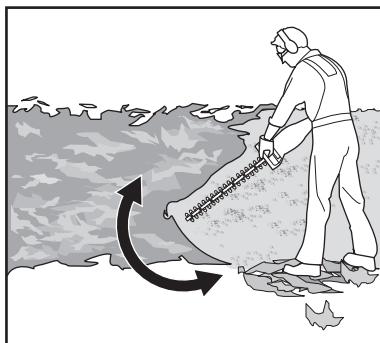

Fig. 6
3. Ține întotdeauna produsul bine cu ambele mâini de mânerul frontal (3) și de mânerul posterior (7). Nu opera niciodată aparatul cu o singură mână.
5. Taie mai întâi pe ambele părți, de jos în sus. Astfel, resturile tăiate nu vor cădea acolo unde urmează să tai (Fig. 6).